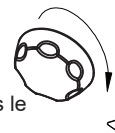

Fig. 8
La plaque signalétique indique la quantité maximale d'aliments qu'il est possible de congeler (voir figure 8).
(Figure 8)
- Garder dans un état propre, le tuyau d'écoulement (Fig. 8) dans le compartiment du réfrigérateur pour qu'il soit exempt d'eau.